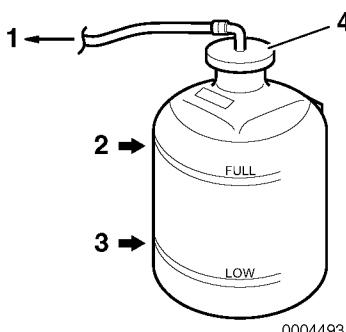

Figure 12
6. Vérifiez le niveau du liquide de refroidissement dans le réservoir. Le niveau doit être situé à la marque PLEIN (Figure 12, (2)).
9. Vérifiez le tuyau en caoutchouc (Figure 12, (1)) reliant le réservoir au réservoir de liquide de refroidissement / échangeur de chaleur. Remplacez-le s'il est endommagé.
7. Retirez le bouchon du réservoir (Figure 12, (4)) pour ajouter du liquide de refroidissement si nécessaire. N'ajoutez pas d'eau.